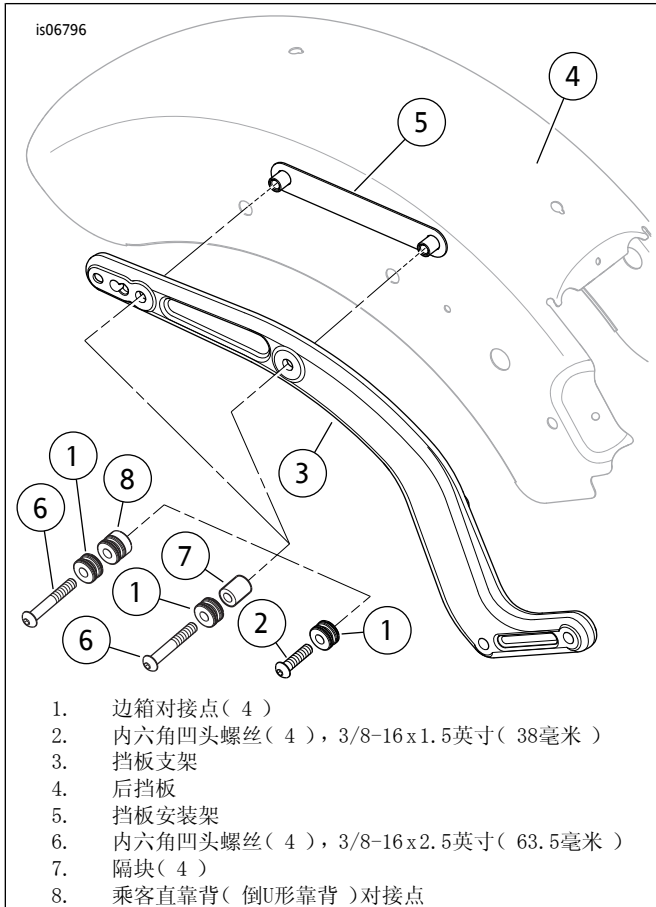

图1。安装FXS车型上部对接紧固件
- b. 参见图1。把对接点(1)滑动到每颗螺丝(2)的螺纹上。
- f. 参见图1。先把对接点(1), 再把隔块(7)滑动到每个螺丝(6)的螺纹上。
- j. 参见图1。先把套件90200389中的对接点(1), 再把对接点(8, 在图中所示方向)滑动到每个螺丝(6)的螺纹上。